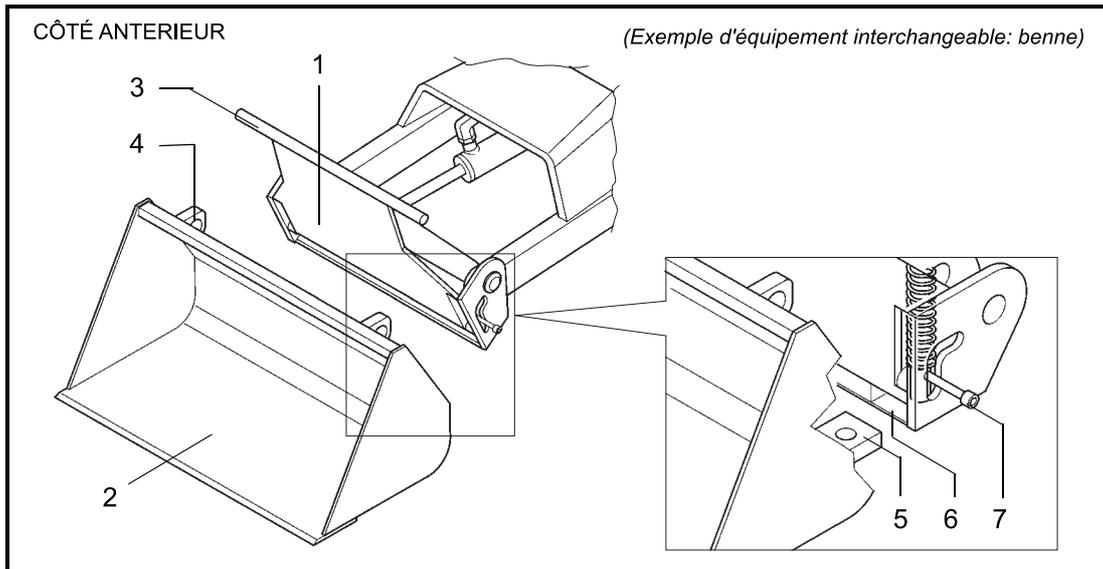

FIG. 27 (Connexion et bloc de l'équipement interchangeable)
- 2- S'approcher avec la partie antérieure de la machine à l'équipement interchangeable à installer (**FIG.27-Réf2**);
- 4- Installer l'équipement interchangeable sur la plaque connexion équipement placée sur le bras de levage de la machine (**FIG.27-Réf1**) selon les "instructions pour l'emploi et entretien" fournies par le Producteur de l'équipement;
- 5- Brancher les points d'accrochage supérieures de l'équipement interchangeable (**FIG.27-Réf4**) dans les respectifs points d'accrochage supérieurs de la plaque connexion équipement (**FIG.27-Réf3**);
- 6- Brancher les points d'accrochage inférieurs de l'équipement interchangeable (**FIG.27-Réf5**) dans les respectifs points d'accrochage inférieurs de la plaque connexion équipement (**FIG.27-Réf6**) désaccrochant la fiche de blocage (**FIG.27-Réf7**) jusqu'à la complète connexion (vis de fond oeillet);